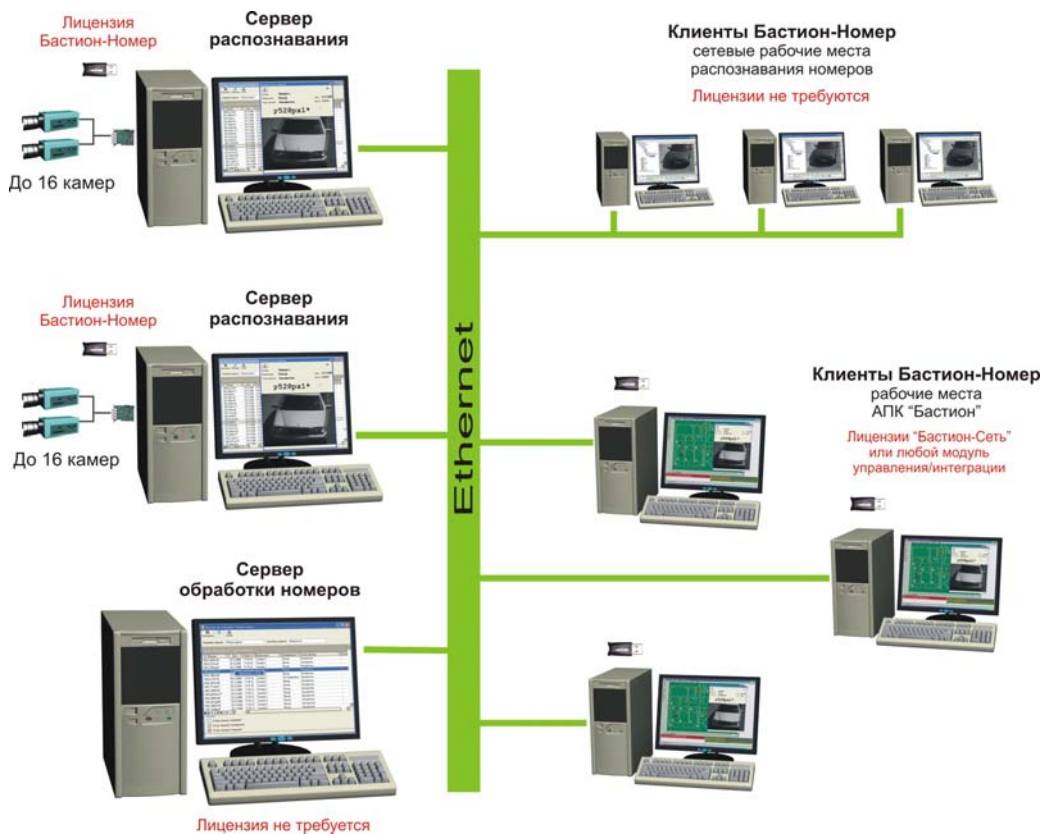

Рисунок 10.1 – Конфигурация «Бастион-Номер» с выделенными серверами распознавания и обработки
**Сервер обработки** номеров устанавливается только **один** (рисунок 10.1).